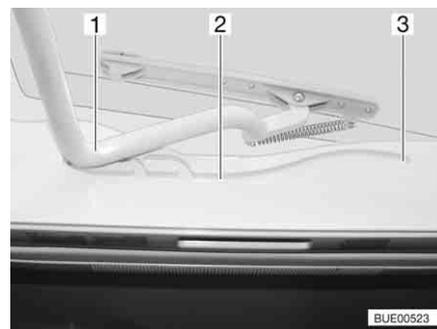

Fig. 81 Oblò Heki, guida
- Tirare la staffa (Fig. 81,1) nelle guide (Fig. 81,2) fino alla posizione più all'indietro (Fig. 81,3).
- Spingere la staffa (Fig. 81,1) leggermente verso l'alto con ambedue le mani.
- Tirare la staffa nelle guide (Fig. 81,2) fino alla posizione desiderata.